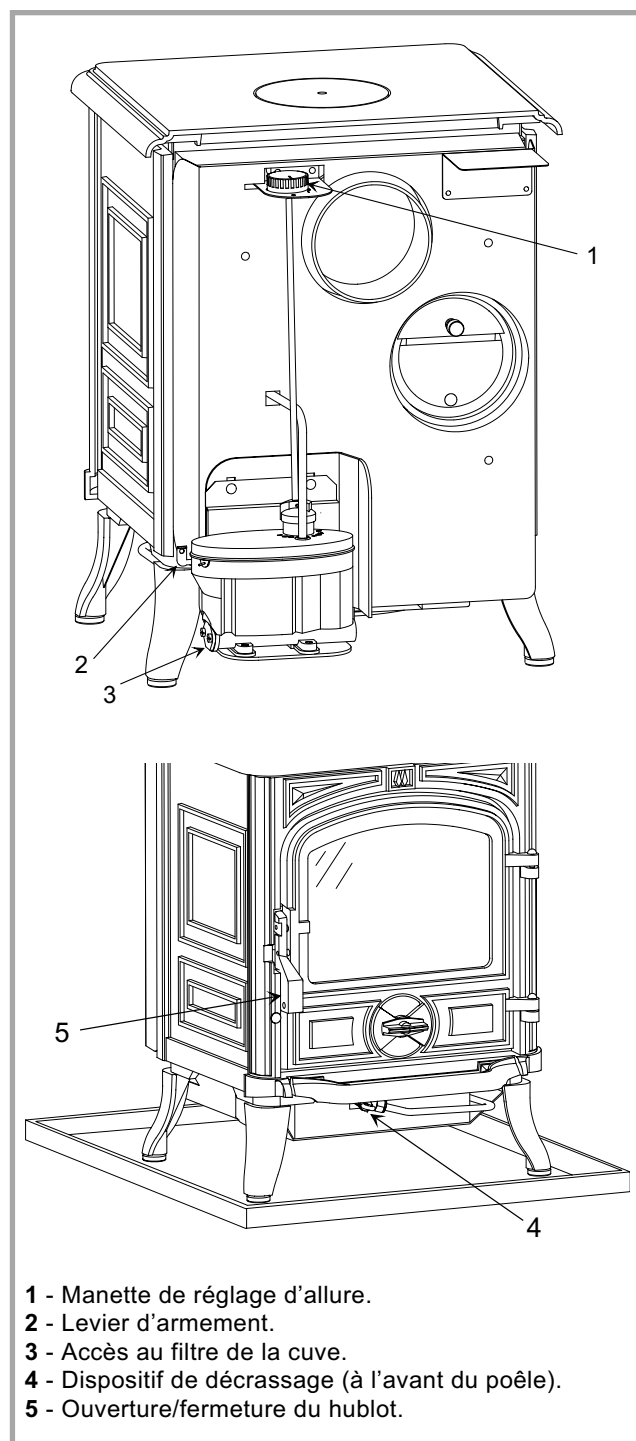

Figure 15 - Organes de manoeuvre
- relever le levier d'armement du régulateur (rep. 2, fig. 15),